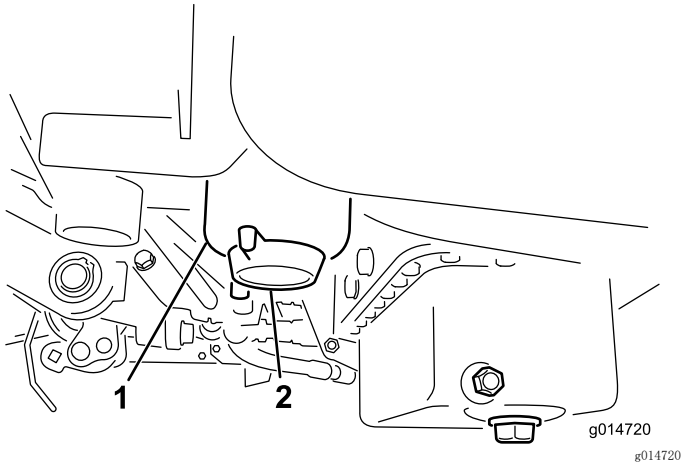

图43
2. 清洁滤清器过滤筒的安装区域（图43）。
4. 打开滤清器排油塞（图43）。